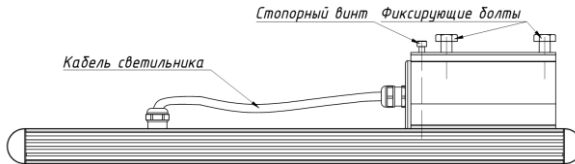
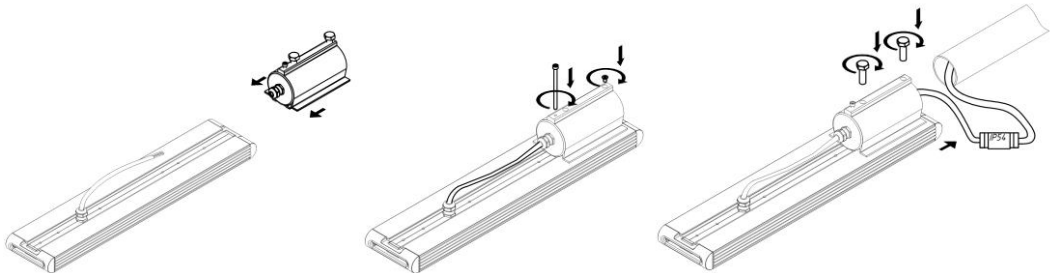

Рисунок 11.
Рисунок 12 — Установка крепления Консоль без регулировки (на примере Element 0,5x1).
5.10.2. Распакуйте крепление и установите на светильнике (см рисунок 12). Заведите крепление в паз на корпусе светильника. Для фиксации крепления на корпусе светильника имеются 2 отверстия. Совместите отверстия на креплении с отверстиями на корпусе. Шаг между винтами на креплении должен совпасть с шагом между винтами на корпусе. Вкрутите два винта: M5x8, и M5x80 (стопорный винт — см. рисунок 11), идущие в комплекте, для фиксации крепления на корпусе светильника.
5.10.6. Наденьте крепление на монтируемую трубу. Труба должна упираться в Стопорный винт (рисунок 11).